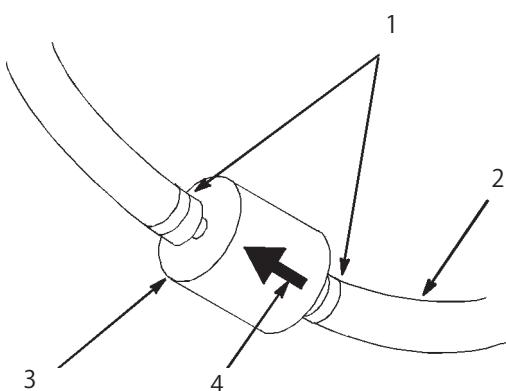

図44
5. 古いフィルタのクランプ(図44)をゆるめて脇に寄せる。